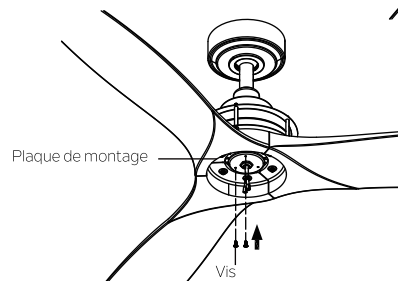

Fig. 23
Étape 3. Réinstallez deux vis à la plaque de montage (ne pas serrer ces deux vis). (Fig. 23)